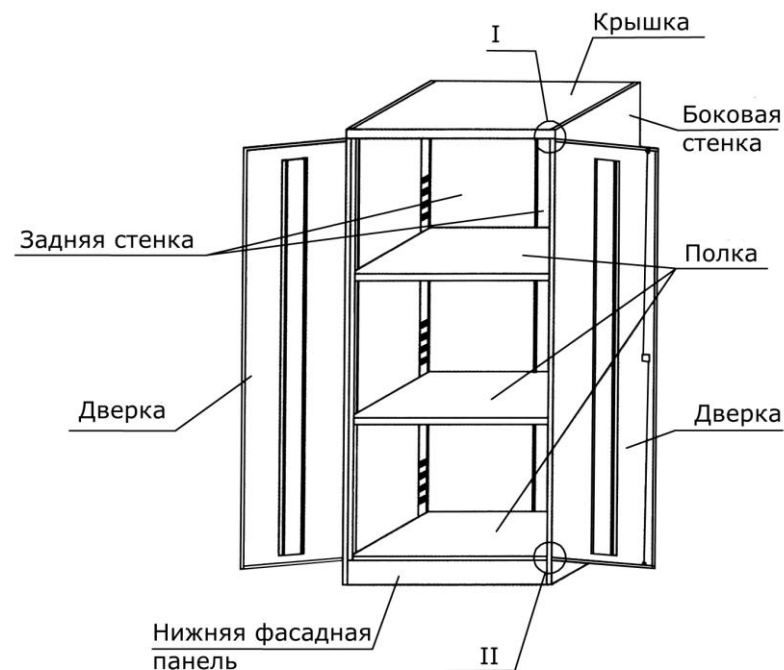

Рис. 8
7. Двери вставить в шкаф, совместив отверстия в верхней и нижней части двери соответственно с отверстиями в крышке шкафа и фасадной панели. В отверстия дверных петель и отверстия крышки и фасадной панели вставить оси. Оси зафиксировать, загнув фиксаторы (Рис. 8).